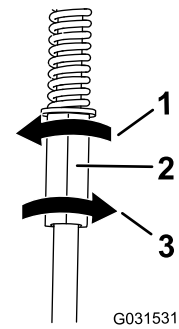

Figura 51
4. Gire la varilla de control izquierda en incrementos de un cuarto de vuelta hasta que la máquina avance en línea recta (Figura 51).